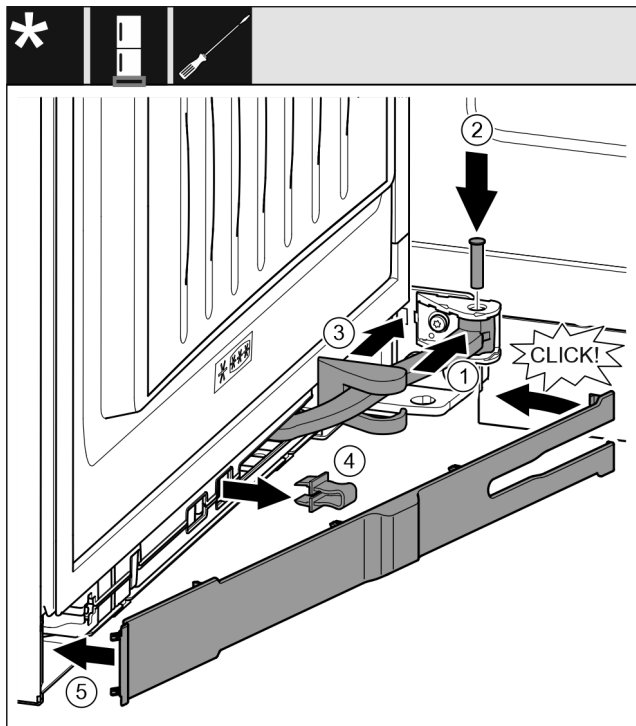

Fig. 47
- ▶ Завъртете шарнира в окачването. Fig. 47 (1)
- ▶ С отвертка T15 поставете болта в окачването и шарнира. При това обърнете внимание на това, фиксиращата гърбица да е легнала правилно в жлеба. Fig. 47 (2)
- ▶ Избухайте капачката на лагерната стойка по продължение на шарнира и го монтирайте над окачването. Fig. 47 (3)
- ▶ Свалете предпазителя. Fig. 47 (4)
- ▶ Поставете капачката от страната на дръжката и я завъртете навътре. Fig. 47 (5)